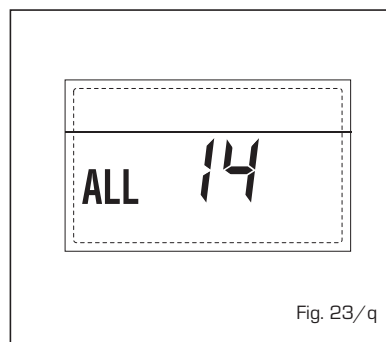

Fig. 23/q
– **FAN ERROR 15** (Fig. 23/r)